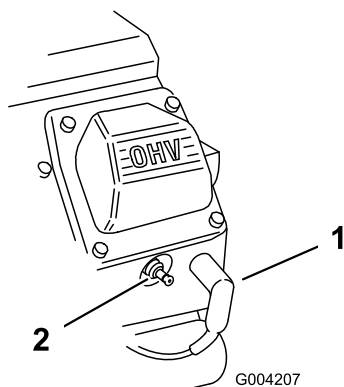

Figura 49
2. Staccate i cappellotti delle candele (Figura 49).
3. Collegate i cappellotti alle candele (Figura 49).